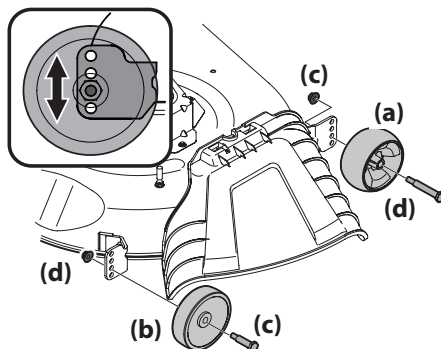

Figura 2-13
- b. Retire las ruedas delanteras (a) y traseras (b) de la plataforma retirando las tuercas de seguridad con (c) brida y los tornillos con reborde (d) que las sujetan a la plataforma. Vea la Figura 2-13.